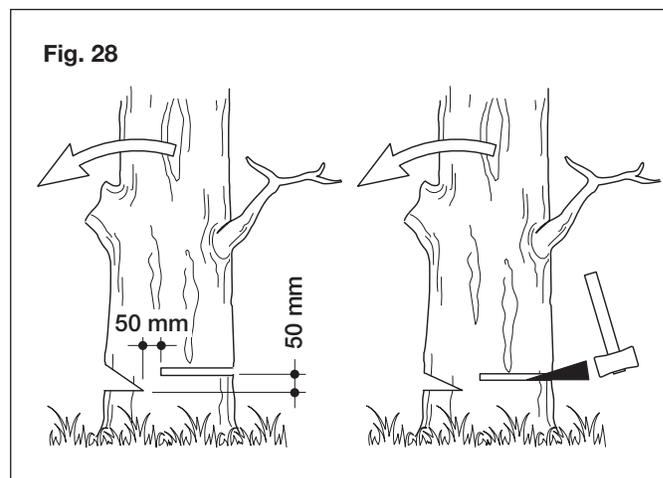

Fig. 28
Pratiquez une entaille sur 1/3 du diamètre de l'arbre et perpendiculairement au sens de la chute, comme cela est illustré (Fig. 28).
- Pratiquez le trait d'abattage à au moins 50 mm au-dessus de l'entaille d'abattage horizontale, comme cela est illustré (Fig. 28). Faites en sorte que le trait d'abattage soit parallèle au sifflet d'abattage horizontal. Positionnez intelligemment le trait d'abattage de telle sorte qu'il y ait suffisamment de bois pour jouer le rôle de charnière. La charnière de bois empêche l'arbre de vriller et de tomber dans la mauvaise direction. N'entamez pas complètement la charnière.